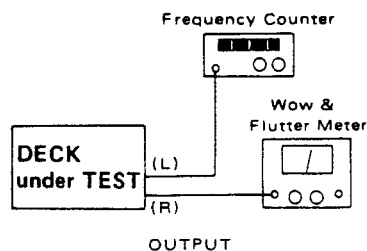

Fig. 4-1
- 1) Connect a frequency counter to the deck as shown in Fig.4-1.
- 1) 図4-1 のように周波数カウンタを接続する。
- 1) Connect a wow-and-flutter meter to the deck as shown in Fig.4-1.
- 1) 図4-1 のようにワウ・フラッタ・メータを接続する。